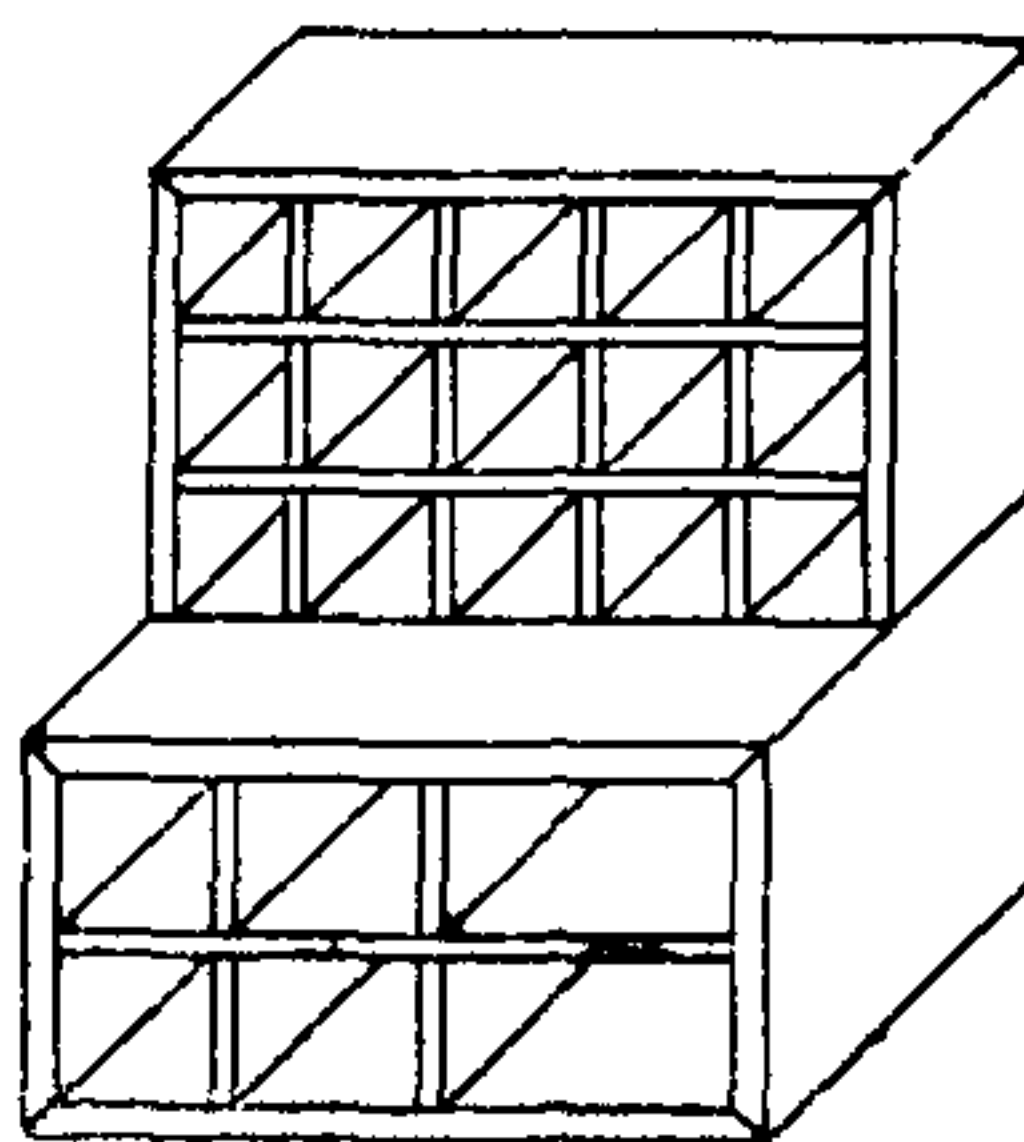

Рис. 11. Стеллаж для хранения деталей и протирочного материала
3. Стеллаж для хранения деталей и протирочного материала (рис. 11). Каркас стеллажа стальной, сварной конструкции. Полка и перегородки деревянные.